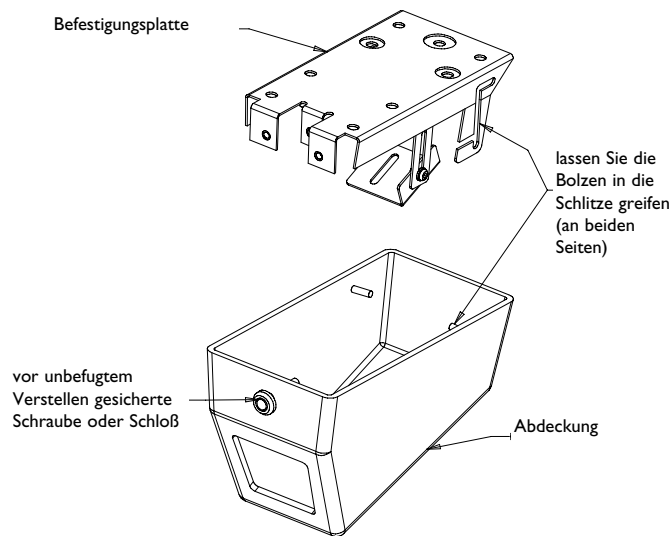

Abb. 1: Entfernen der Abdeckung
2. Bei den Modellen LTC 9405/00 und 9405/03 ist zum Lösen der gegen unbefugtes Verstellen gesicherten Schraube an der Vorderseite der Abdeckung das mitgelieferte Spezialwerkzeug erforderlich. Siehe Abbildung 1.
Bei den Modellen LTC 9405/01 und 9405/05 kann die Abdeckung nur mit dem Schlüssel geöffnet werden, der zum an der Vorderseite befindlichen Schloß paßt. Siehe Abbildung 1.